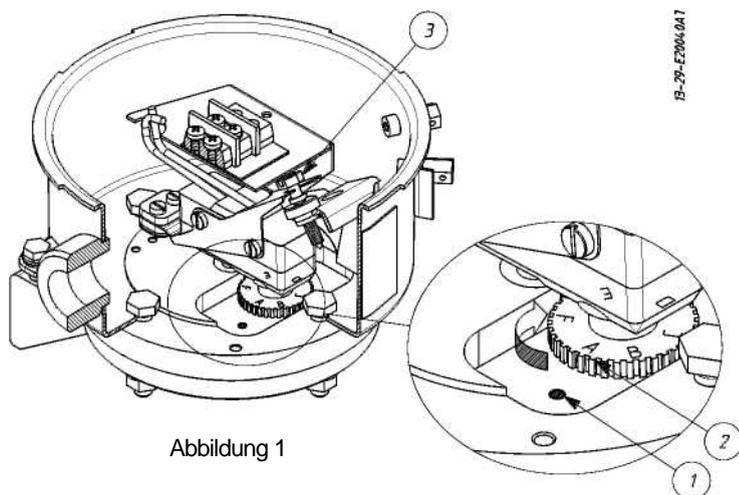

Abbildung 1
Dieses Instrument ist mit einstellbarer Hysterese ausgerüstet (Differenz zwischen Einschaltwert und Ausschaltwert) und erlaubt die Verstellung der Hysterese zwischen einem Minimum und einem Maximum. Die Einstellung erfolgt über das Einstellrad neben dem Mikroschalter (siehe Abbildung 1). Nehmen Sie den Zeigefinger und den Daumen Ihrer linken Hand und drehen Sie das Einstellrad.
4. Drehen Sie das Hysterese- Einstellrad wie in Abbildung 1 gezeigt so weit, bis der Buchstabe  erscheint.